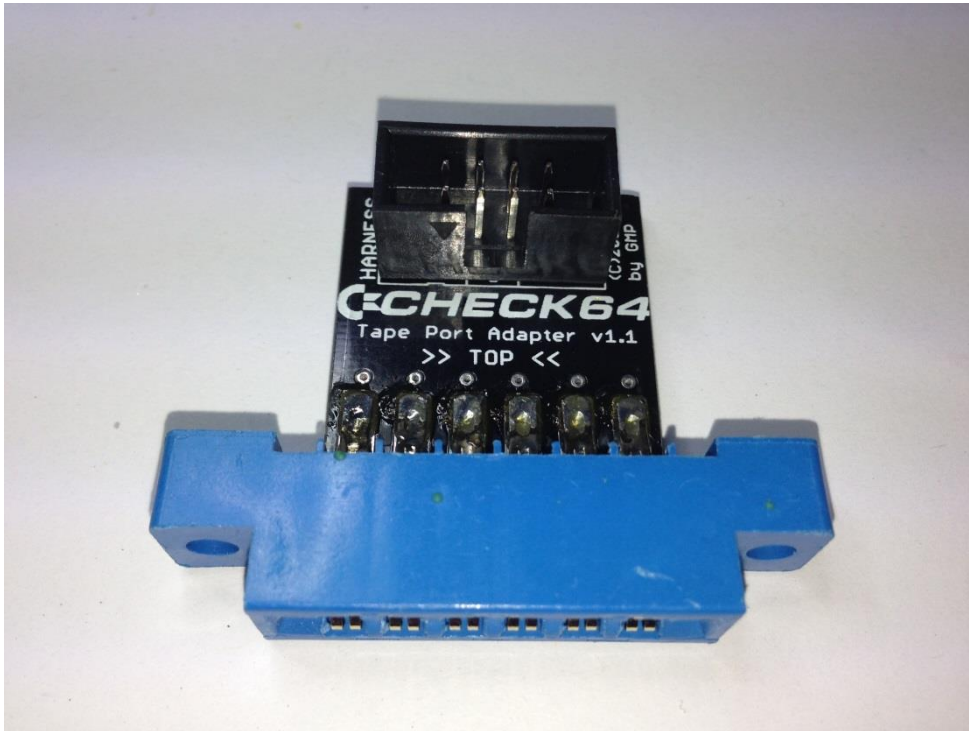

Bild 14
- 4.1. Zur Stecker-Vorbereitung, die gleiche Prozedur beachten, wie beim Userport Dongle. Der 8-polige Wannenstecker mit der Öffnung, wie gezeigt (Bild 14).